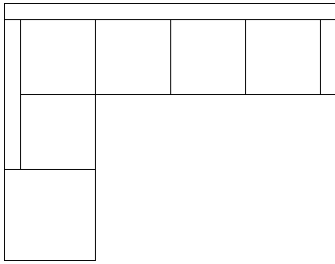

图 3-78 绘制矩形
2) 在功能区单击“常用”选项卡→“绘图”面板→“矩形”按钮，绘制 9 个矩形，尺寸分别是 5 个 700 × 700、1 个 850 × 850、1 个 3100 × 150、1 个 1400 × 150、1 个 700 × 150，如图 3-78 所示。